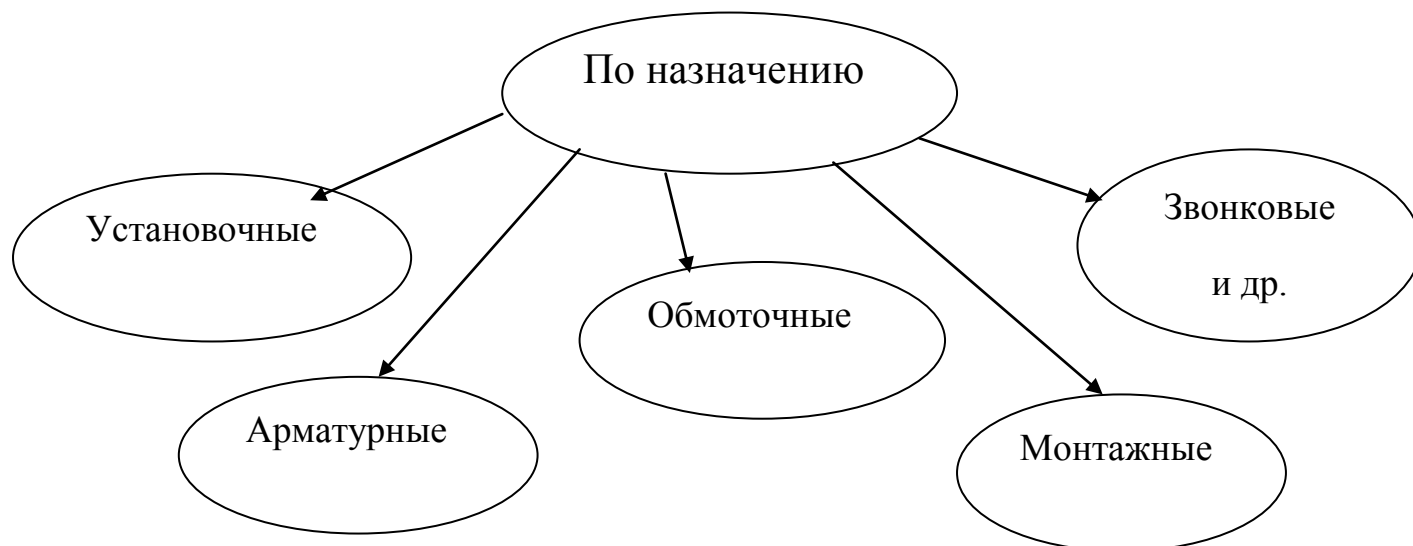

Рисунок 13 – Классификация проводов по назначению
1. По назначению провода подразделяются на (рисунок 13).
В группу установочных входят изделия, необходимые для монтажа квартирных электропроводок подключения к ним приборов и машин, защиты проводки, приборов и машин от токов короткого замыкания, перегрузки и других целей. Ассортимент товаров этой группы (рисунок 13, Приложение А).